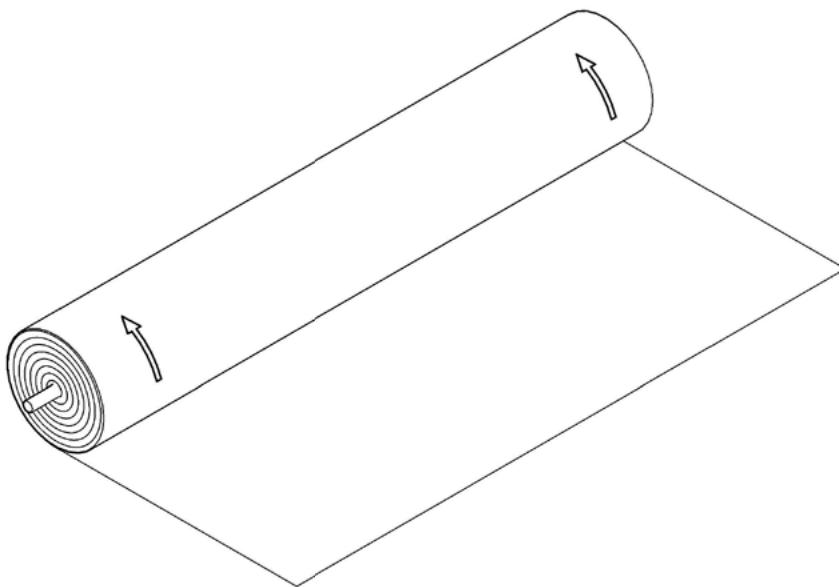

Abb. 5: Abrollrichtung
- Das Abrollen erfolgt langsam, kontrolliert und unter ständigem Lenken der Bahnenränder, so dass ein Nachrutschen der Bahnen vermieden wird (Abb. 5).